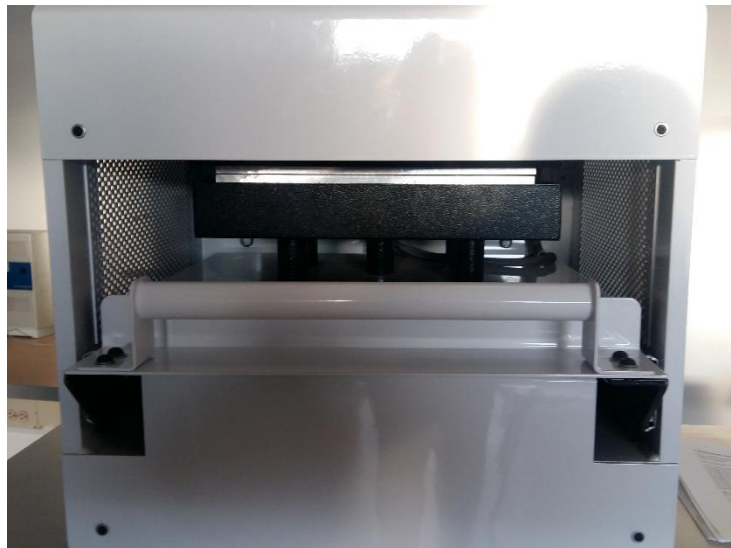

Figura 40. Proceso de prensado.
- Al momento de ser presionados los botones de activación las placas de hierro de la máquina se unen como se muestra en la Figura 40. El proceso terminará cuando se acabe el tiempo programado, la máquina avisará con un sonido que el proceso terminó, posteriormente las placas de hierro se separan.